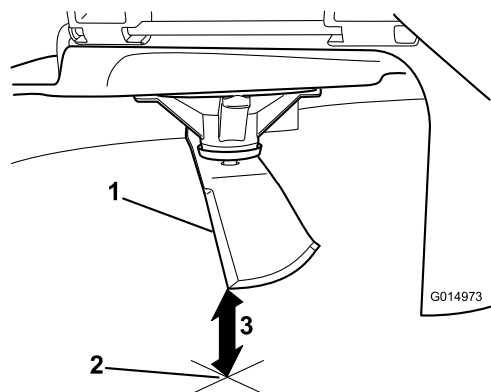

Figura 54
5. Mida desde la punta de la cuchilla hasta la superficie plana (**Figura 54**).